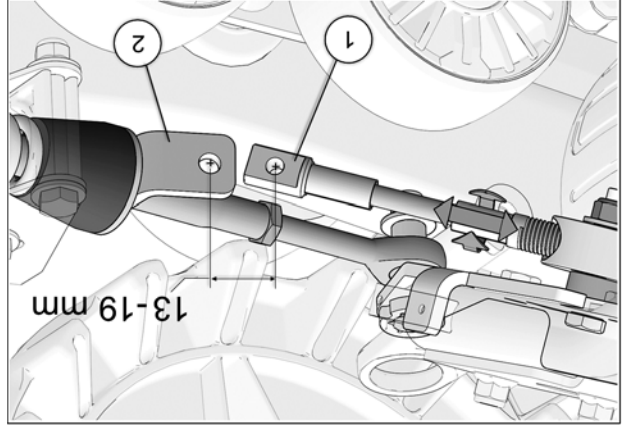

Fig. 29
21. Obtenir une distance de 13 à 19 mm du centre de l'extrémité du câble (1) au centre de l'extrémité du support de fixation (2). Voir la Fig. 29